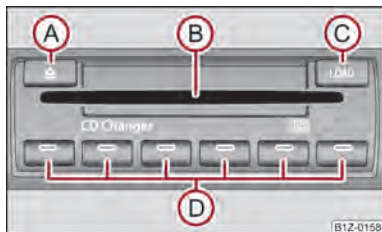

Fig. 115 Cargador de CD
- Pulse la tecla **C** → fig. 115 e introduzca el CD (Compact Disk) en la cavidad de CD **B**. El CD se coloca automáticamente en la posición libre más baja del cambiador de CD. El diodo luminoso de la tecla correspondiente **D** deja de parpadear.